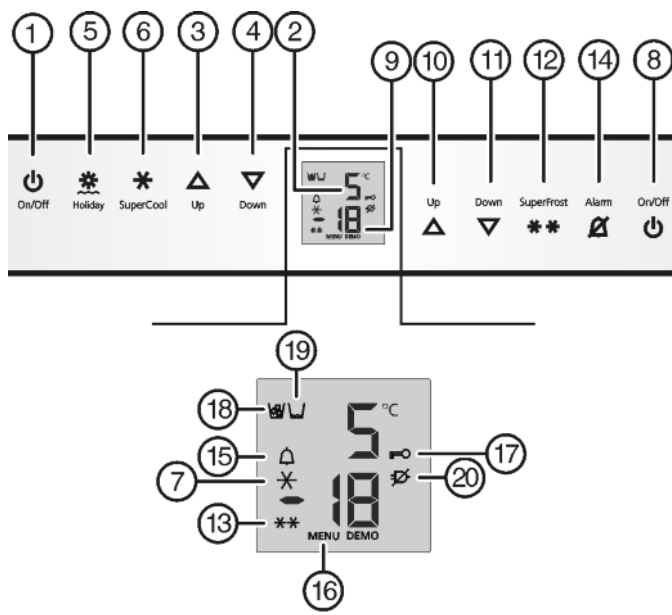

Fig. 2
- ▶ Нажмите кнопку On/Off морозильного отделения Fig. 2 (8).
- ▶ Нажмите кнопку On/Off холодильного отделения Fig. 2 (1).
- ▶ Активация режима настройки: удерживайте кнопку SuperFrost Fig. 2 (12) прибл. 5 секунд.
- ▷ Символ меню Fig. 2 (16) горит.
- ▶ Коротко нажмите кнопку SuperFrost Fig. 2 (12) для подтверждения.
- ▶ Для включения защиты от детей коротко нажмите клавишу SuperFrost Fig. 2 (12).
- ▷ Символ "Защита от детей" Fig. 2 (17) горит. На индикации мигает **c**.
- ▶ Для выключения защиты от детей коротко нажмите клавишу SuperFrost Fig. 2 (12).
- ▷ Символ защиты от детей Fig. 2 (17) гаснет. На индикации мигает **c**.
- ▶ Выход из режима настройки: нажмите кнопку On/Off морозильного отделения Fig. 2 (8).
- ▶ Нажмите кнопку Alarm Fig. 2 (14).
Одновременно мигает индикация температуры и символ тревоги Fig. 2 (15).
Звуковой сигнал выключается автоматически, символ аварийного сигнала Fig. 2 (15) выключается и индикатор температуры перестает мигать, если температура снова становится достаточно низкой.